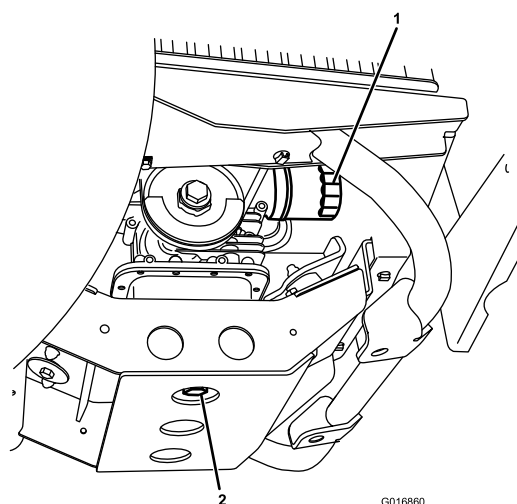

Figura 24
5. Retire o tampão de escoamento (Figura 24) e deixe o óleo escorrer para um recipiente adequado. Quando o óleo parar, volte a montar o tampão de escoamento.
2. Retire o filtro do óleo existente (Figura 24).